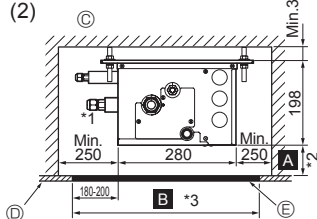
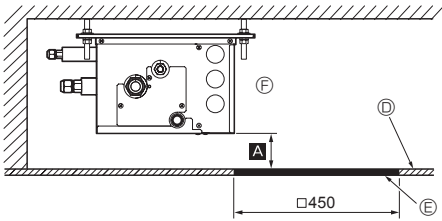

Fig. 4-6
Fig. 4-7
(2) Yandan Görünüm (Fig. 4-6, Fig. 4-7)
"□ 450" olması halinde, PCB tarafında bir bakım deliği hazırlayın (Fig. 4-7'da gösterildiği gibi) ve Ⓐ mesafesi olarak "Min. 300 mm" bırakın. 300 mm'nin altında olması halinde (örneğin Ⓐ 100 mm ise) Şube kutusunun, doğrusal genişleme vanası bobinlerinin, sensörlerin ve drenaj gözünün bakım deliğinden değiştirilmesi zorlaşır (Sadece PCB'nin değiştirilmesi mümkündür).